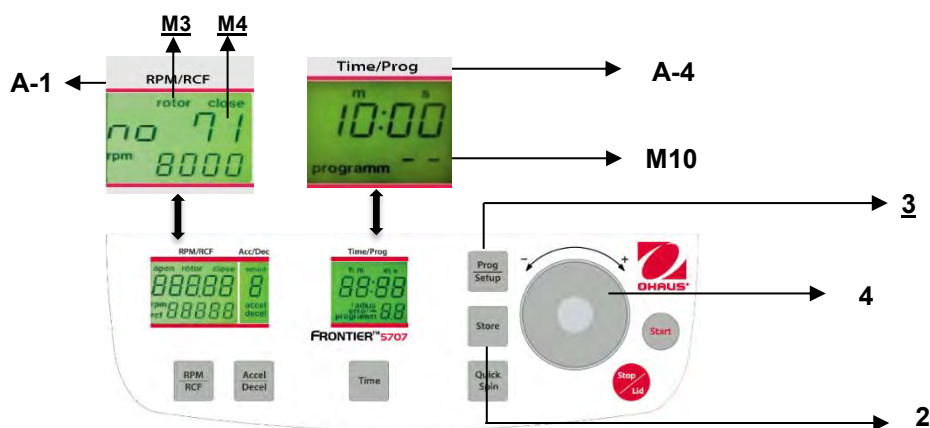

Figura. 23
Para recuperar programas almacenados, presione el botón **"Prog/Setup"** (3) (vea la Figura 23) mientras la tapa está cerrada. En la pantalla **"Time/Prog"** (A-4) aparece **"programm --"** (M10). El número de programa deseado puede preseleccionarse con el dial de ajuste (4).
Para salir del modo de programa, solo presione el botón **"Prog/Setup"** (3) (vea la Figura 23). Entonces, dentro de la pantalla **"Time/Prog"** (A-4) aparece la palabra **"programm"** (M10).